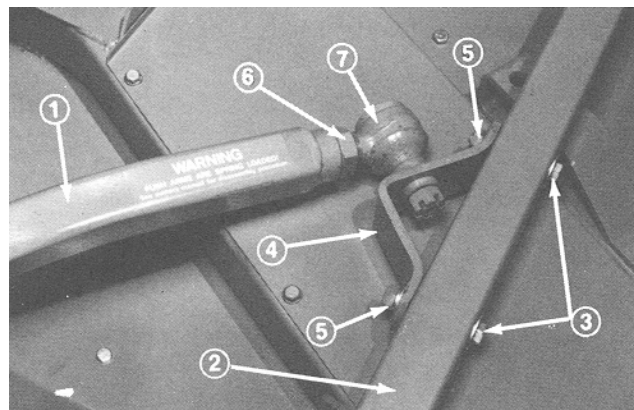

Figure 12
4. Fixez le support de rotule au bras pivotant (Fig. 12) avec deux vis d'assemblage (7/16 x 3 po), 2 rondelles plates (7/16 po) et 2 écrous (7/16 po). La tête de la vis d'assemblage et la grande rondelle plate doivent se trouver à l'extérieur du bras pivotant.
5. Serrez le grand écrou de blocage contre l'avant du bras de poussée droit (Fig. 12). Lorsque vous serrez l'écrou de blocage, maintenez la rotule droite pour obtenir l'oscillation adéquate lors du levage et de l'abaissement du plateau de coupe.